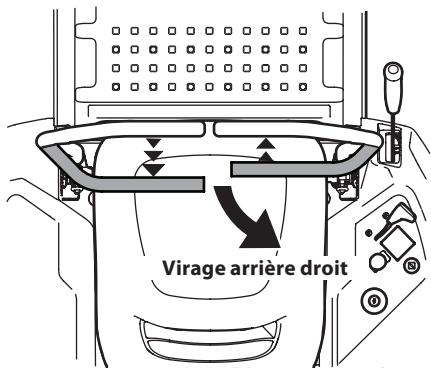

Figure 26
2. Pour faire demi-tour en marche arrière, déplacez le levier de contrôle droit en avant du levier de contrôle gauche. Consultez la Figure 26.